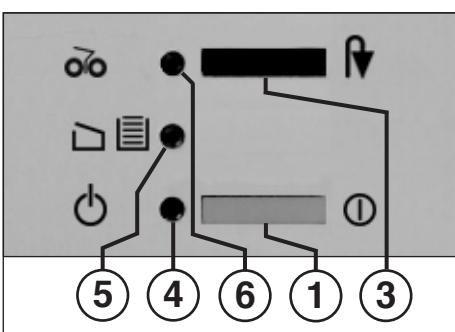

Рис. 1
1 = Переключатель (рис. 1)
3 = Переключатель "Обратный ход" (рис. 1)
"Готовность к работе" (рис. 1)
5 = Контрольная лампочка (рис. 1)
"Скопление бумаги" (рис. 1)
- Включите машинку с помощью переключателя (1) (рис. 1). Загорается контрольная лампочка (4) (рис. 1).
Если приемный мешок наполнился измельченной бумагой до краев, то измельчитель останавливается. Загорается контрольная индикаторная лампочка "Приемный мешок переполнен" (5) (рис.1). Проводите опорожнение приемного мешка следующим образом:
- Задвиньте выдвижную раму вместе с мешком внутрь измельчителя и закройте дверцу. Контрольный индикатор (5) (рис. 1) гаснет.
Следите за тем, чтобы прибор в ночное время был выключен с помощью переключателя (1) (рис. 1).
- Загорается контрольный индикатор (6) (рис. 1).
- Нажмите на короткое время клавишу обратного хода (3) (рис. 1).
- Контрольный индикатор (6) (рис. 1) гаснет.
если происходит перегрев двигателя, то он отключается. Выключите прибор с помощью переключателя (1) (рис. 1).